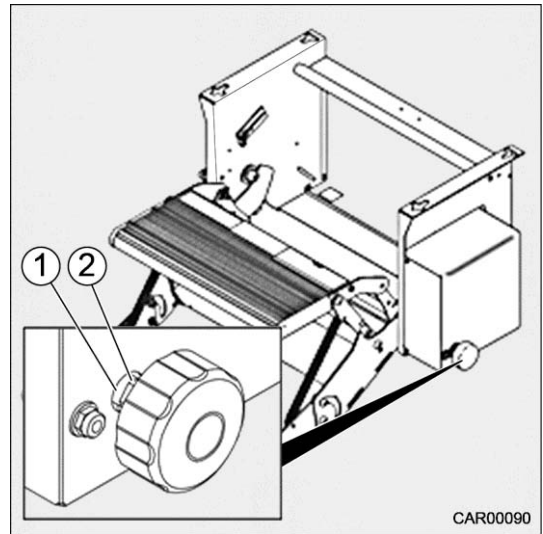

Fig. 18 Déverrouillage de secours
1. Visser l'écrou hexagonal (Fig. 18/2) contre l'écarteur (Fig. 18/1) jusqu'à ce que la marche bloquée soit déverrouillée.